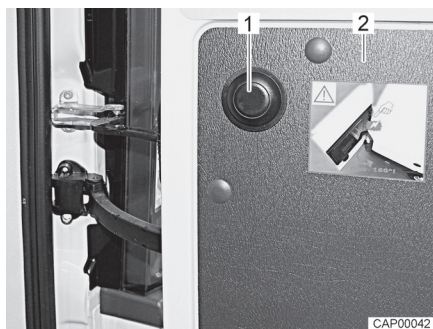

Fig. 9 Bottone a pressione per sbloccare la limitazione
- Aprire la porta di coda (Fig. 9,2) fino all'arresto.
- Premere il bottone a pressione (Fig. 9,1), tenere la porta di coda e aprirla ulteriormente con cautela.